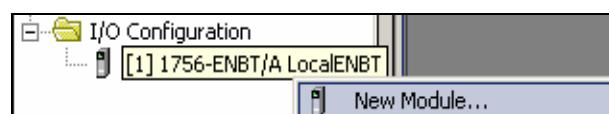

图 3-23 添加新模块
15. 右键单击 1756-ENBT 模块，选择 New Module (添加新模块)，如图 3-23 所示。